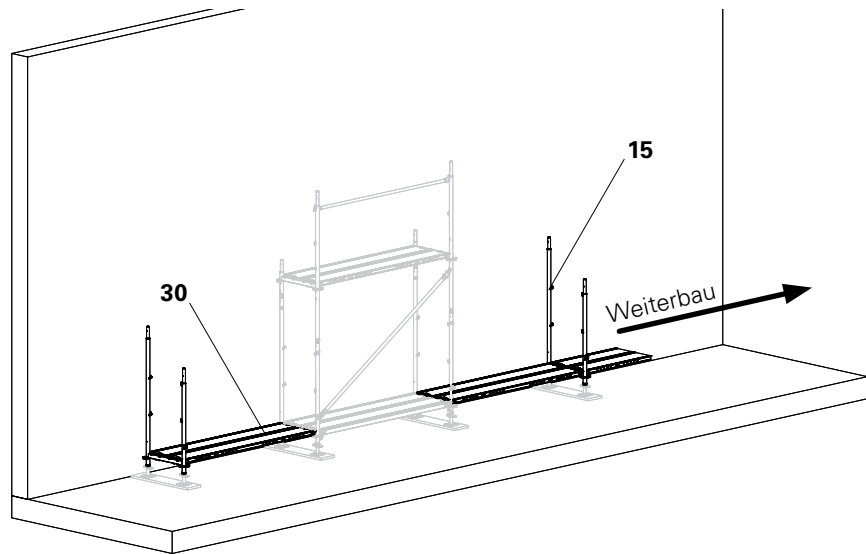

Abb. B3.01
Der Aufbau der weiteren Gerüstfelder erfolgt, ausgehend vom Gerüstfeld mit Diagonale, in beide Richtungen. (Abb. B3.01)
1. Weitere Basisrahmen EVB (15) auf Fußspindeln UJB aufstecken.
3. Beläge (30) als Montagehilfe einlegen. (Abb. B3.01)